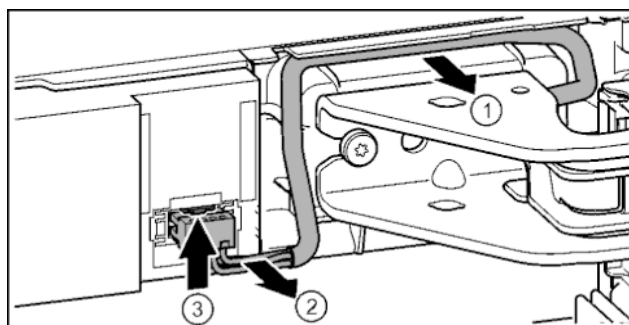

Fig. 22
- ▶ Осторожно освободить кабель над опорным кронштейном из направляющей. Fig. 22 (1)
- ▶ Аккуратно вытянуть жилы кабеля из канала. *Fig. 22 (2)*
- ▶ Прижать соединительную накладку вверх и осторожно вынуть штекер. *Fig. 22 (3)*